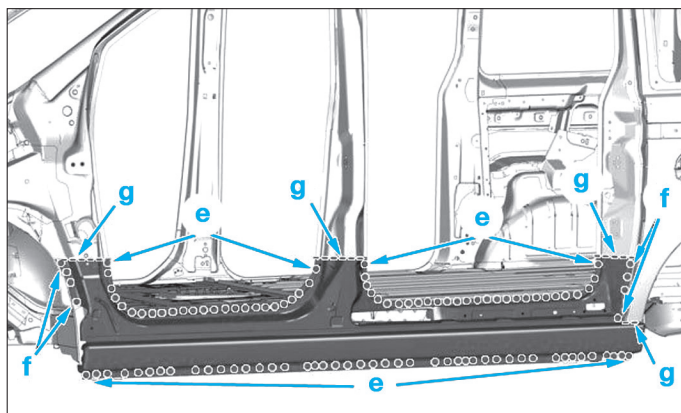

FIG. 72
- Souder par points électriques (e) (Fig.72)